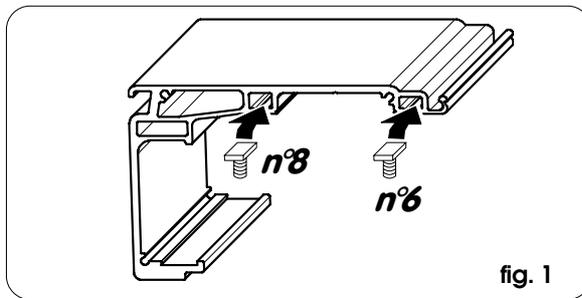

fig. 1
**Prima di fissare la traversa, predisporre le viti tiranti M6 come in fig. 1.**